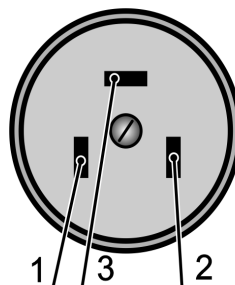

Рис. 27
- Розетку установить из комплекта поставки плиты. Подключение должно быть выполнено согласно рис. 27.